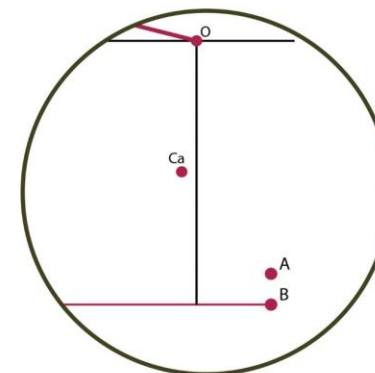

fig.97
b) Caso tenha os seios grandes ou mais pesados e caídos, marque o ponto A 2 cm acima do ponto B, de busto, como na Fig.97: